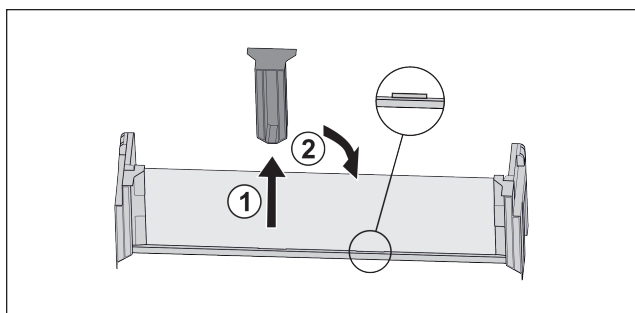

Fig. 26
- Mittleres Halteteil abziehen Fig. 26 (1).
- Mittleres Halteteil auf zweiter Position einsetzen Fig. 26 (2).